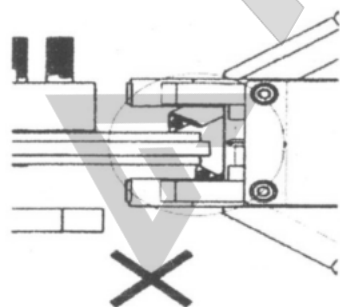

Рисунок 26
5. На рис.27 изображена правильная установка. Избегайте ошибок, показанных на рис.26.